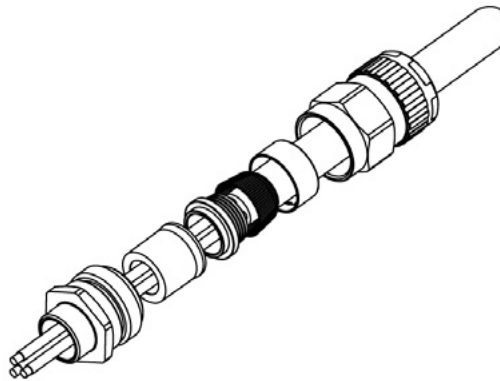

Abbildung 13. Beispiel für eine Kabelverschraubung
1. Entfernen Sie die Schraubenabdeckung (Abbildung 13).